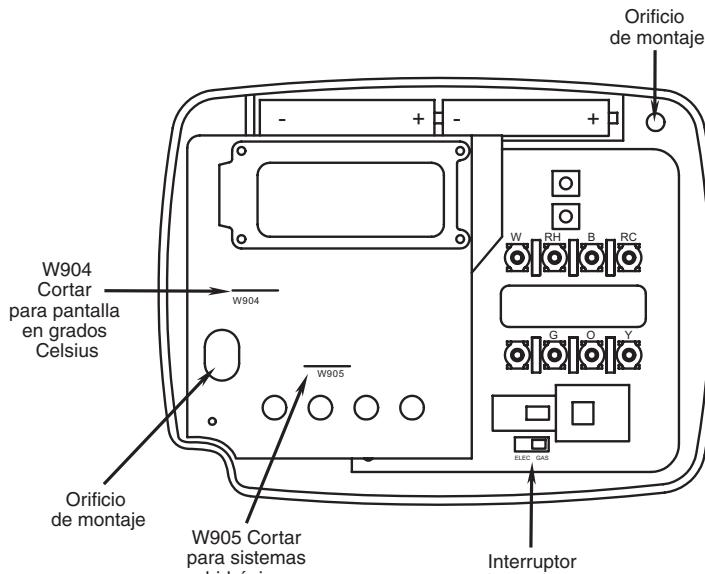

Figura 1. Base del termostato
Este termostato está configurado de fábrica para operar un sistema de aire forzado con combustible fósil (gas, aceite, etc.) de calor/frío. Está correctamente configurado para cualquier sistema que NO requiera que el termostato energice el ventilador en una llamada de calor. Si su sistema es un sistema eléctrico o de bomba de calor que REQUIERE que el termostato encienda el ventilador en una llamada de calor, ubique el interruptor **GAS/ELECTRIC** (vea la figura 1) y colóquelo en la posición **ELECTRIC**. Esto permitirá al termostato energizar el ventilador inmediatamente en una llamada de calor. Si no está seguro si el sistema de calefacción/refrigeración requiere que el termostato controle el ventilador, póngase en contacto con un servicio técnico de calefacción y aire acondicionado calificado.
- Fije la base a la pared sin ajustarla demasiado, como muestra la figura 1, usando dos tornillos de montaje. Ajústela hasta que quede bien nivelada y luego apriete los tornillos. (Esto es por razones estéticas solamente y no afectará el funcionamiento del termostato.) Si utiliza los orificios de montaje existentes, o si los orificios perforados son demasiado grandes y no le permiten ajustar bien la base, use anclajes plásticos para fijar la subbase.
Este termostato requiere 2 pilas alcalinas "AAA" para funcionar. Si aparece el mensaje **CHANGE**  significa que las pilas tienen poca carga y deben cambiarse. Para obtener resultados óptimos, cambie las pilas una vez al año por pilas alcalinas nuevas de alguna marca líder como Duracell® o Energizer®. Para cambiar las pilas, instálelas a lo largo de la parte superior de la base (vea la figura 1). Las pilas deben instalarse con los polos positivos (+) hacia la derecha.